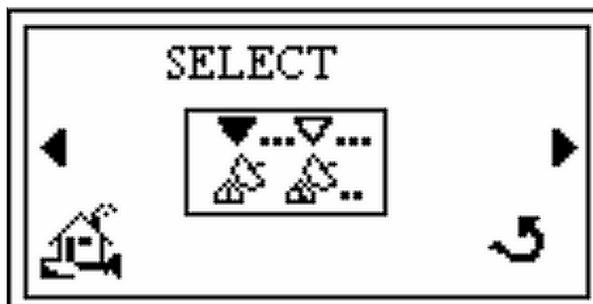

Abbildung 2-14 Auswahl-Bildschirm
4. Drücken von **Enter** und der *Auswahl-* Bildschirm erscheint (Abbildung 2-14).